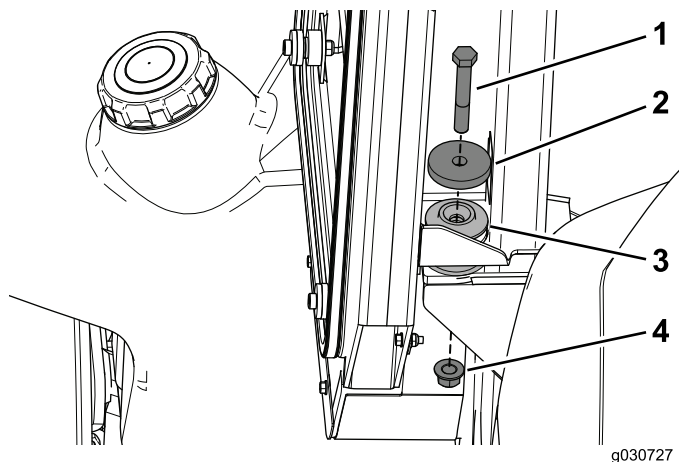

Рисунок 27
4. Прикрепите кабину к задним креплениям на машине, используя болт (1/2 x 3-1/4 дюйма), шайбу (2-1/4 дюйма) и контргайку (1/2 дюйма) (Рисунок 27).